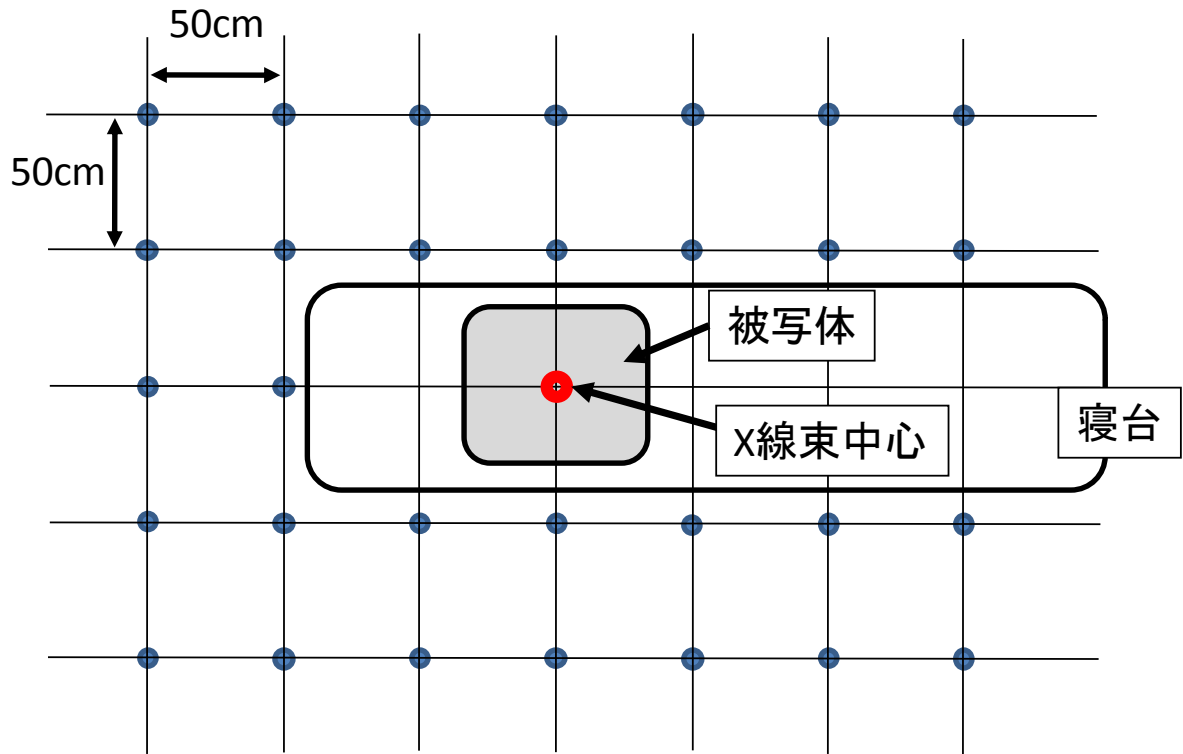

図1 室内散乱 X 線量の測定点 (平面図)
- (1) 室内散乱 X 線量の測定方法は定めない。ただし、新たに測定する場合は、下記の条件で行うこと。
- ① 被写体：基準点での線量率測定に準ずる。
- ② 図 1 に示す点の散乱 X 線量を測定する。ただし、アーム支持装置やカテーテルテーブル、モニタなどによって測定できない場所は除く。
- ③ X 線照射方向：P-A (垂直方向)
- ④ 床面から測定点までの高さ：1.0 m と 1.5 m
- ⑤ 散乱 X 線量測定図には通常の術者位置を記入する。
- (2) 測定条件は「様式 8」に記入して提出する。
- (3) 線量計の校正結果の写し。